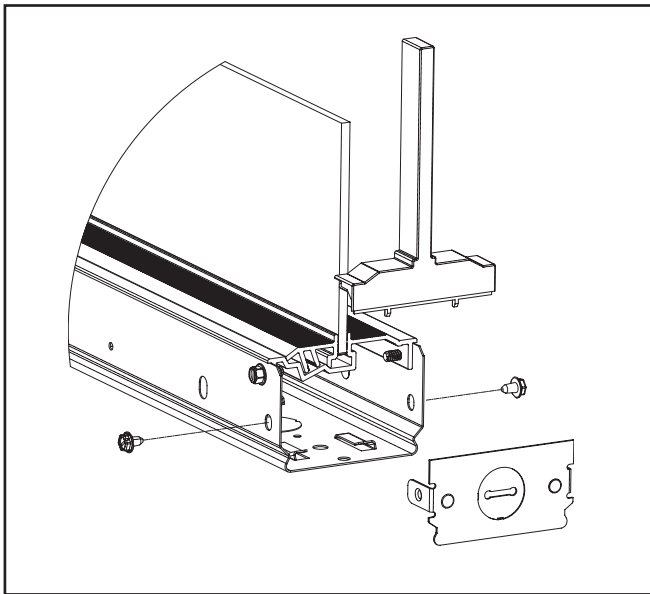

Figura 2.
1. Retire los tornillos de sujeción de la placa de extremo de metal y retire la placa (Figura 2).